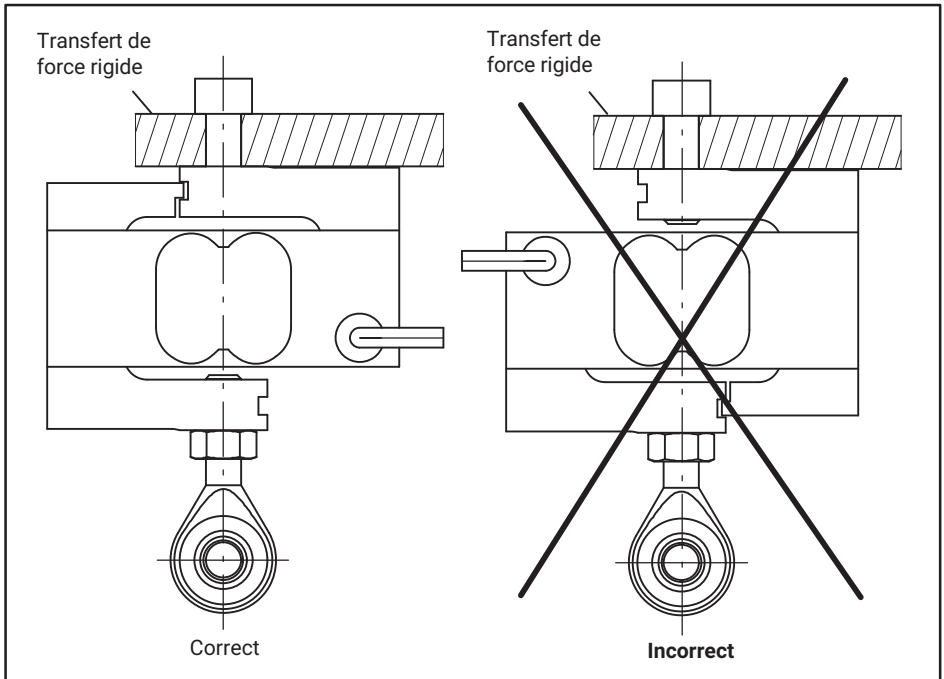

Fig. 7.1 Orientation du capteur lors de sa pose
*Le côté de fixation du câble du capteur doit toujours être relié directement aux zones de transfert de force rigides côté client. Veillez à ce que le câble soit posé de façon à ce qu'il engendre le moins de shunt possible (par ex. de par son poids ou la rigidité du câble, voir Fig. 7.1).*